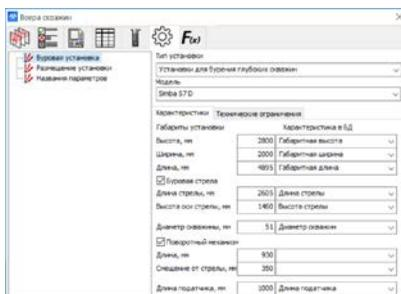

Рис.2.6 Вкладка выбора оборудования
- Вкладка **Оборудование**  (Рис.2.6.), вкладка содержит функционал для учета оборудования.